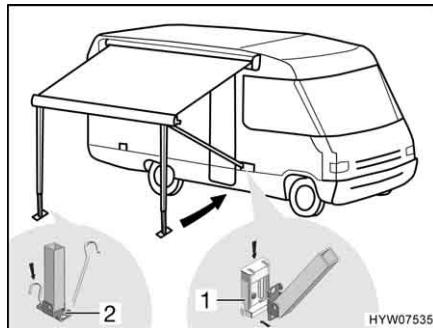

Fig. 22 Fissaggio dei montanti di supporto
- Incastrare i montanti di supporto nei supporti (Fig. 22,1) sul veicolo (se presenti), oppure fissarli sul terreno con dei puntelli (Fig. 22,2).